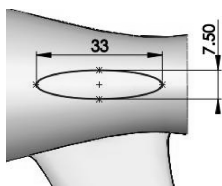
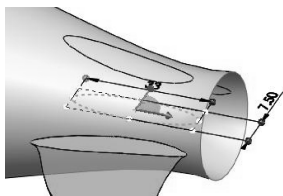

图 4-64 绘制草图 5
图 4-65 分割曲面
- 23 在上视基准面绘制草图5，如图4-64所示。利用【分割线】工具，将旋转曲面分割，如图4-65所示。